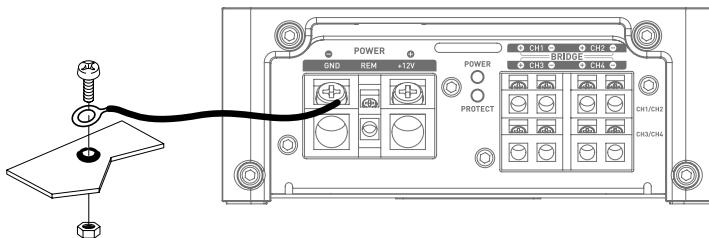

fig. 2
- 10 - Préparez la masse du châssis en grattant toute trace de peinture sur la surface métallique, afin d'assurer une bonne mise à la masse. Les connexions de masse doivent être aussi courtes que possible et **TOUJOURS** connectées à du métal soudé à la carrosserie ou au châssis du véhicule (*fig. 2*). Le point de masse généralement retenu est celui assurant la liaison entre la borne négative de la batterie et le châssis du véhicule.
3.3.2 – Munissez-vous du câble d'alimentation négatif (-). Ce câble doit-être le plus court possible et ne doit idéalement pas dépasser 1 mètre, afin d'assurer une parfaite liaison entre l'amplificateur et le châssis du véhicule. Le câble et sa section doivent être conformes au tableau (paragraphe 3.1.) Trouvez un point de masse adéquat, puis poncez-le pour enlever toute trace de peinture ou autre verni et ainsi optimiser la qualité du contact. Percez la tôle préalablement poncée au diamètre correspondant à la vis choisie en vous assurant qu'aucun passage de câbles réservoir ou autre organe sensible du véhicule ne soit à proximité. Soudez et isolez (grâce à de la gaine thermo-rétractable) le câble de masse sur le départ de câble fourni vers votre amplificateur FPX (**fig. 2**).